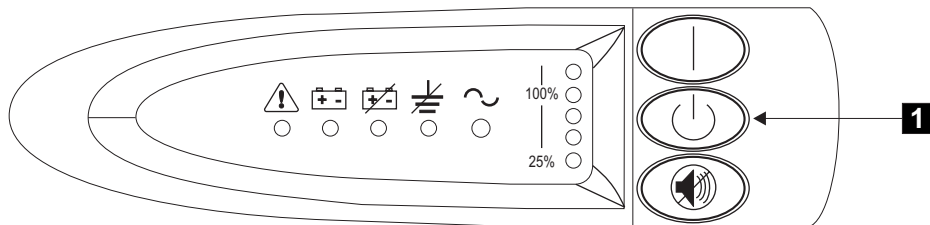

図 289. 2145 無停電電源装置 のフロント・パネル・アセンブリー
1. 2145 無停電電源装置 の前面で、オフ・ボタン (図 289 の **1**) を、約 5 秒間または長いビープ音が停止するまで押し続けます。